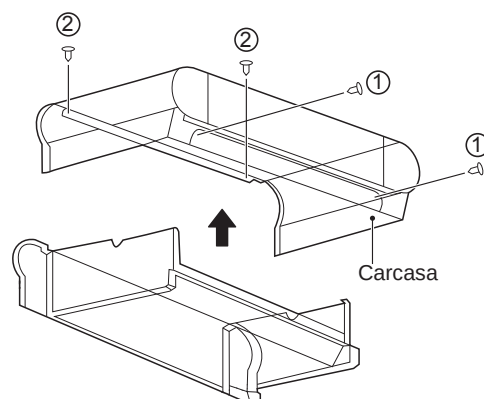

Figura 5-17 Extracción de la carcasa
Como se muestra en la Figura 5-17, quite los tornillos ①*2 y ②*2 y luego la carcasa.